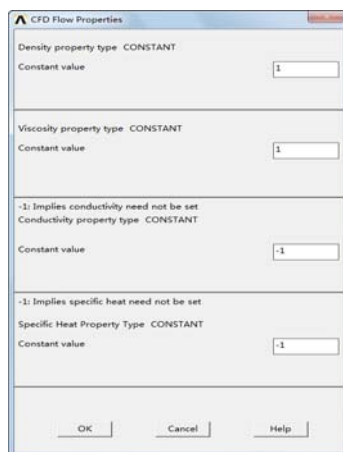

图 9-124 “CFD Flow Properties”对话框
⑦单击“OK”按钮会弹出“CFD Flow Properties”对话框,如图 9-124 所示,在“Density property type CONSTANT Constant value”输入框中输入 1,在“Viscosity property type CONSTANT Constant value”输入框中输入 1,其余选项采用默认设置,单击“OK”按钮关闭该对话框。